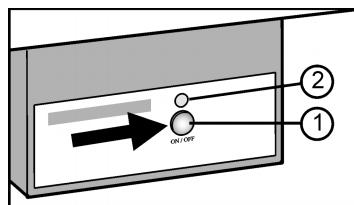

Fig. 11
- Pulse la tecla On/Off Fig. 11 (1) hasta que el LED Fig. 11 (2) se ilumine.